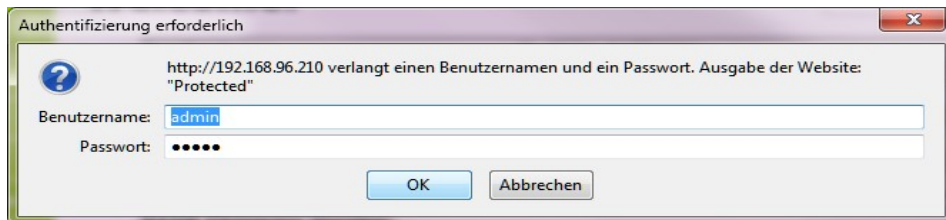

Abbildung 6: Login IP-EFOY-GATEWAY Webseite
5. Wählen Sie den Menüpunkt „**IP**“ aus und anschließend geben die den Benutzernamen und das Passwort ein ( siehe Abbildung 6 - Standardmäßig auf Benutzername: „**admin**“ und Passwort: „**00000**“ gesetzt)